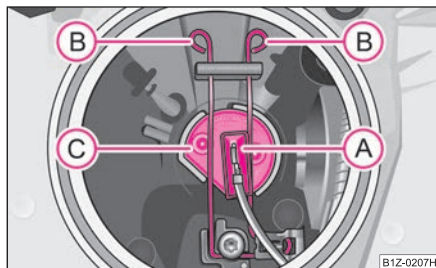

Fig. 233 Demontarea becului luminii de drum
- Decuplați ștecărea (A) ⇒ fig. 233.
- Apăsăți mânerul de sârmă (B) înspre far și apoi apăsați-l în lateral.
- Scoateți becul (C) și montați-l pe cel nou, astfel încât elementele de fixare ale soclului să intre în orificiile din reflector.